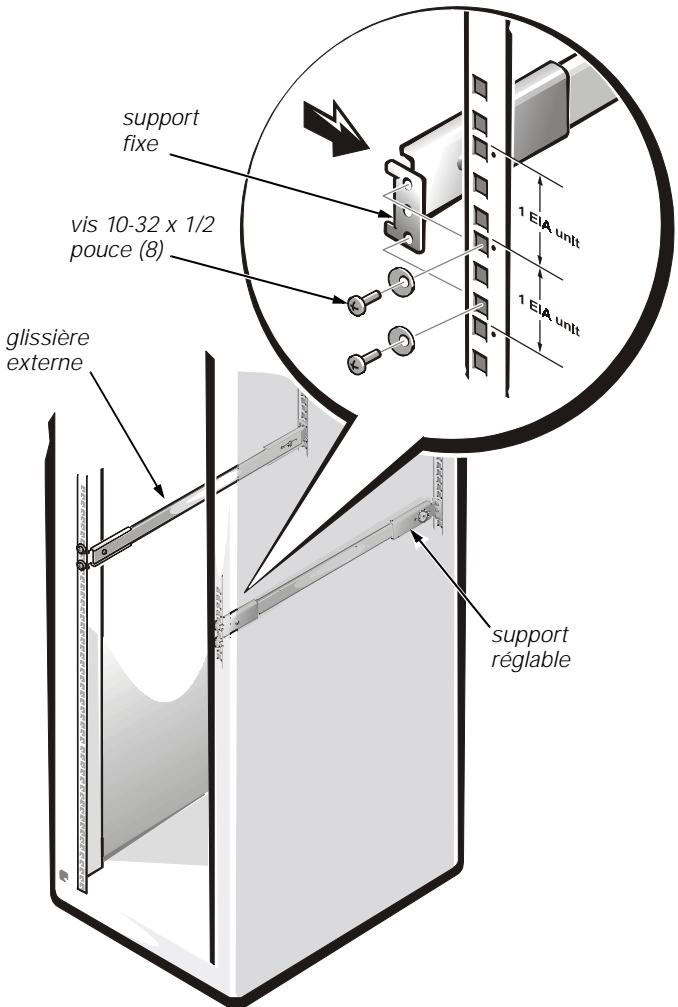

Figure 2-4. Montage des glissières externes sur le rack
Les supports fixes se montent sur le devant du rack. Les supports réglables se montent à l'arrière. Le trou du haut de chaque support doit être aligné avec le trou du haut d'une unité EIA (Electronic Industry Association [Association de l'Industrie électronique]) dans le rack. Il y a un point à côté du trou supérieur d'une unité EIA (voir la figure 2-4).
2. À l'aide de quatre vis 10-32 x 1/2 pouce et de quatre rondelles effilées, montez chaque glissière externe dans le rack, comme l'illustre la figure 2-4.